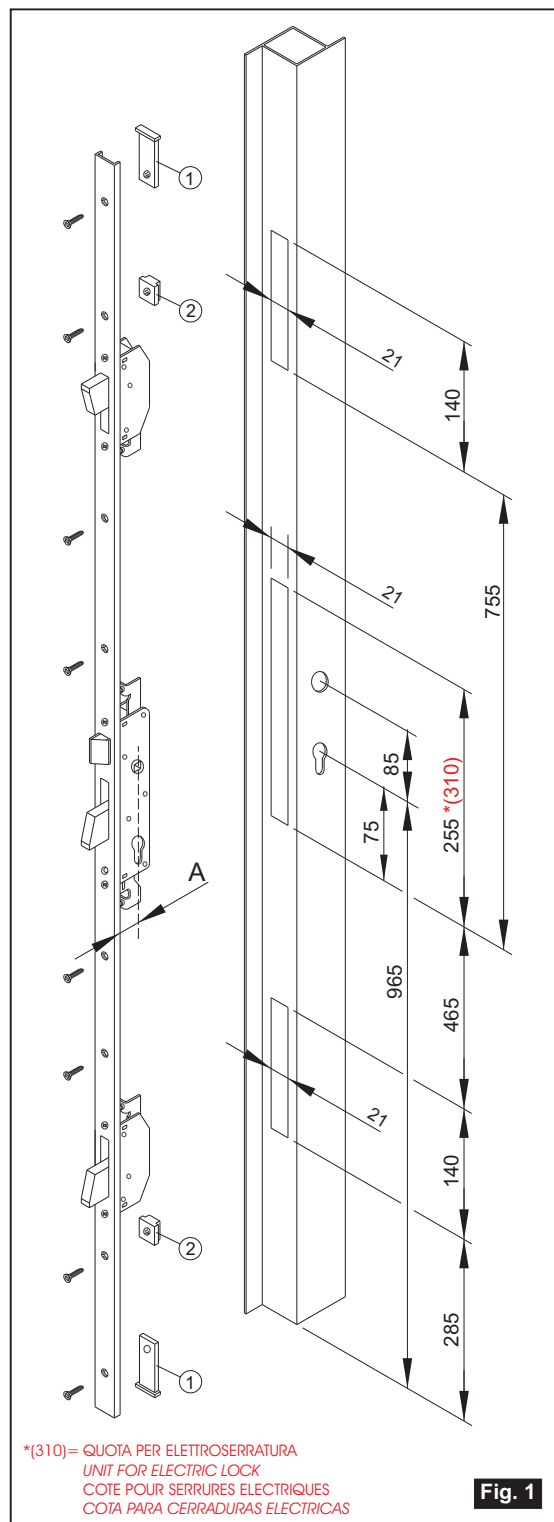
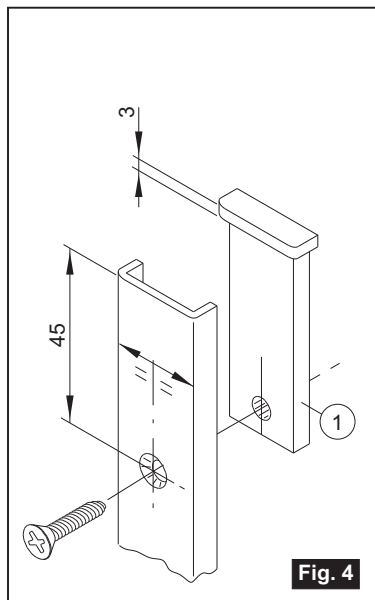

Fig. 1
Fig. 4
- Eseguire sul profilo le cave per l'alloggiamento della serratura **Fig.1** considerando che per evitare di effettuare la rasatura inferiore è necessario tenere l'asse cilindro a 965 mm dalla base del profilo. Nell'eseguire la cava per il cilindro tenere in considerazione la quota "A" **Fig.1** tra l'appoggio del frontale sul profilo e l'asse del cilindro (vedi tabella 1/2).
- Misurare la parte sporgente del frontale rispetto al profilo e sommare i 3 mm del bordo del terminale (1).
- Eseguire il foro svasato $\varnothing 5,5$ a 45 mm **Fig.4** utilizzando come dima il terminale (1).
- Inserire i terminali (1) alle due estremità del frontale.
- Nel caso di montaggio su profili a giunto aperto utilizzare gli appositi sotto frontali (2) per centrare la serratura sulle guide normalmente usate per le aste esterne.
- Carve lock housings on the profile **Fig.1** in order to avoid lower shaving, the cylinder axis must be kept at a distance of 965 mm from the profile base. When carving the cylinder housing, consider dimension "A" **Fig.1** between the bearing of the forend plate on the profile and the cylinder axis (see Table 1/2).
- Pierce the countersunk hole $\varnothing 5.5 - 45$ mm **Fig.4** using the end block as template (1).
- Insert the end blocks (1) at both ends of forend plate.
- If assembling is done on open-coupling profiles, use the special forend plate supports (2) to centre the lock on the guides normally used for external rods.
- Evidé sur le profil les rainures pour le logement de la serrure **Fig.1** pour éviter le rasage inférieur il faut tenir l'axe du cylindre à 965 mm de la base du profil. En évitant la rainure pour le cylindre, tenez compte de la cote "A" **Fig.1** entre l'appui de la têtère sur le profil et l'axe du cylindre (voir Tableau 1/2).
- Mesurez la partie de têtère de gache surplombant du profil et ajoutez les 3 mm du bord du bloc terminal (1).
- Effectuez le trou évasé $\varnothing 5,5 - 45$ mm **Fig.4** en utilisant le bloc terminal comme gabarit.
- Insérez les blocs terminaux (1) aux deux bouts de la têtère. Dans le cas de montage sur des profils à joint ouvert, utilisez les sous-têtères (2) pour centrer la serrure sur les guides normalement utilisés pour les tiges extérieures.
- Realizar en la sección los canales para alojar la cerradura **Fig.1** considerando que para evitar efectuar la limadura inferior es necesario tener el eje del cilindro a 965 mm desde la base de la sección. Para la realización del canal para el cilindro hay que considerar la medida "A" **Fig.1** entre el apoyo del frontal sobre la sección y el eje del cilindro (ver tabla 1/2).
- Medir la parte saliente del frontal respecto a la sección y sumar los 3 mm del borde del terminal (1).
- Hacer el hoyo en forma de V $\varnothing 5,5$ a 45 mm **Fig.4** utilizando como patrón el terminal (1).
- Insertar los terminales (1) en los dos extremos del frontal.
- En caso de montaje sobre secciones a junta abierta utilizar los bajofrontales adecuados (2) para centrar la cerradura sobre las guías normalmente usadas para las varillas externas.